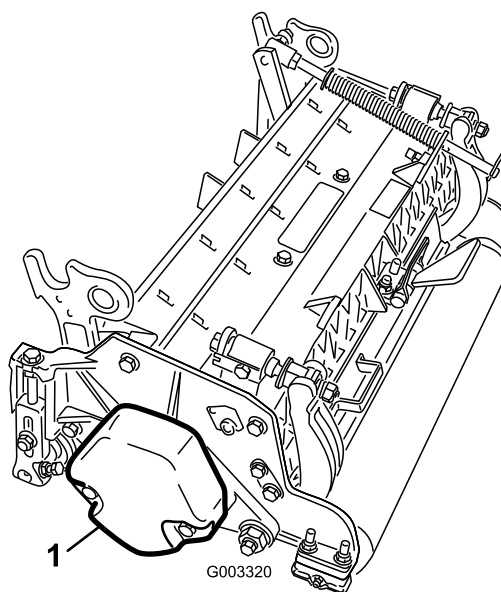

Figure 4
4. Attention de monter le contrepoids (Figure 4) du bon côté du plateau de coupe, comme expliqué dans le *Manuel de l'utilisateur* du plateau de coupe.